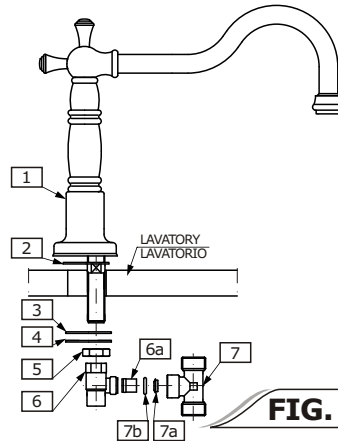

FIG. 4a
See fig. 4a
- Position gasket (2) in underside cavity of spout (1).¹⁾
- Insert spout shank through the central hole in the deck. Position spout (1). From underneath the sink place rubber washer (3), metal washer (4) and mounting nut (5) over the shank and tighten.
- Screw on the diverter (6) with check valve (6a) onto spout shank.
- Make sure that the nozzle (7a) and seal o-ring (7b) are inside of the T-connection (7). Next screw on the T-connection (7) onto diverter (6) as shown in (fig. 4a) firmly but do not overtighten.
Vea fig. 4a
- Coloque el difusor (2) en la cavidad de la superficie inferior del cuerpo del grifo (1).¹⁾
- Coloque el cuerpo del grifo a través del agujero central en lavatorio. Coloque el grifo (1). Por debajo del lavatorio coloque la arandela de goma (3), la arandela del metal (4) y la tuerca de montaje (5) una vez concluido ajuste.
- Atornille en el desviador (6) la válvula de chequeo (6a) sobre el cuerpo del grifo.
- Cerciórese de que el inyector (7a) y la arandela de anillo (7b) está dentro de la „conexión T” (7). A continuación atornille en la „conexión T” (7) sobre el desviador (6) según lo demostrado en (fig. 4a) firmemente pero no ajuste demasiado.